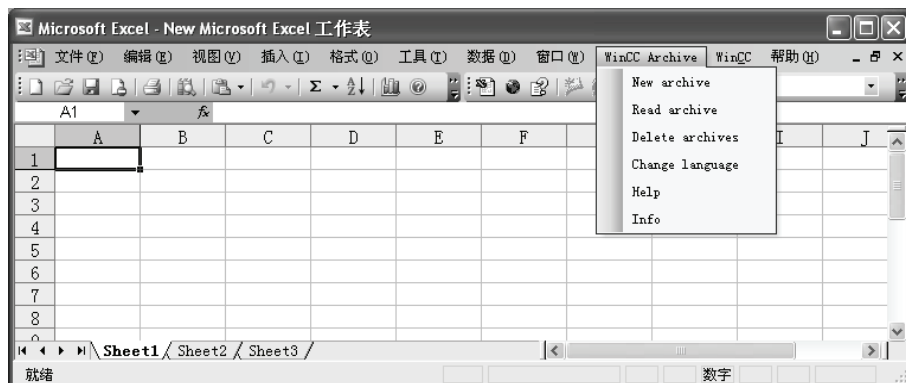

图 16-11 Microsoft Excel 新增 WinCC Archive
安装好 WinCC 归档组态工具后，启动 Microsoft Excel，可以看出其菜单栏增加了新的条目 WinCC Archive，如图 16-11 所示。
1) 启动 Excel。从 Excel 菜单的“WinCC Archive”条目中选择“New archive”，结果如图 16-11 所示。